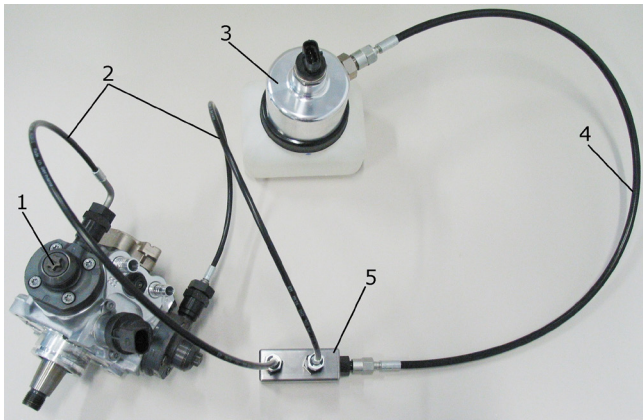

Abb. 14: Aansluitvoorbeeld op Common Rail hogedrukpomp CP 4.2
1. Hogedrukaansluitingen van de CP 4.2 (afb. 14, pos. 1) en de verzamelrails (afb. 14, pos. 5) door zwarte 60 MPa-slangen (afb. 14, pos. 2) en met bijbehorende aansluitadapter, beugel, moer en drukring (links schroefdraad) samenvoegen.
3. Verzamelrail (afb. 14, pos. 5) via zwarte 60 MPa-slang (afb. 14, pos. 4) op de druksensormodule (afb. 14, pos. 3) aansluiten.
5. De 180 MPa-slangleiding op de druksensor (afb. 14, pos. 5) aansluiten.